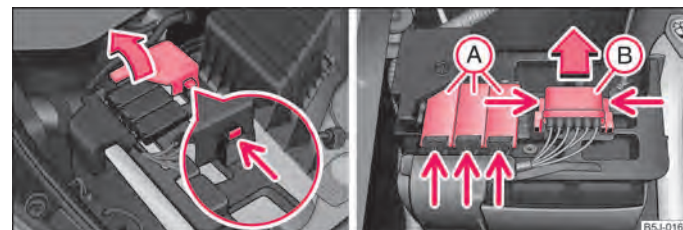

Fig. 150 Batteria: apertura del coperchio sul polo positivo / coperchio di sicurezza
- Aprire il coperchio del polo positivo (+) ⇒ fig. 150.
- Premere gli elementi di bloccaggio dei coperchi dei fusibili A ⇒ fig. 150 lato destro e aprire i coperchi.
- Alcune vetture dispongono soltanto del coperchio **(B)** ⇒ fig. 150 lato destro.